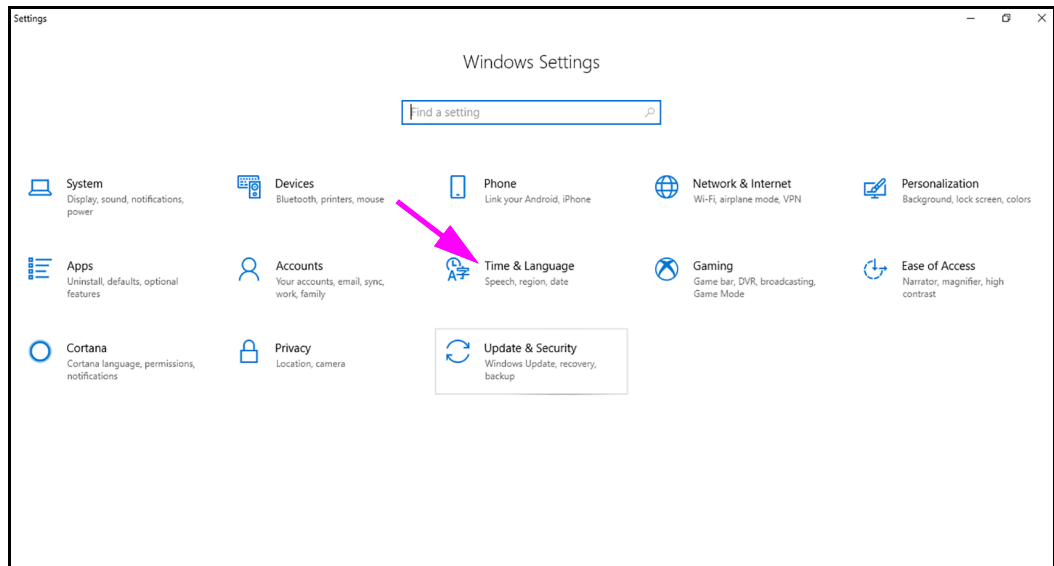

Figura C-6. Ventana Settings (Configuración) de Windows 10
- Haga clic en el icono de **Inicio de Windows** y seleccione **Settings (Configuración)** en el menú. Se muestra la Windows Settings (Configuración de Windows). Consulte la Figura C-6.
- En la ventana Windows Settings (Configuración de Windows), haga clic en **Time and Language (Hora e idioma)** (consulte la Figura C-6).